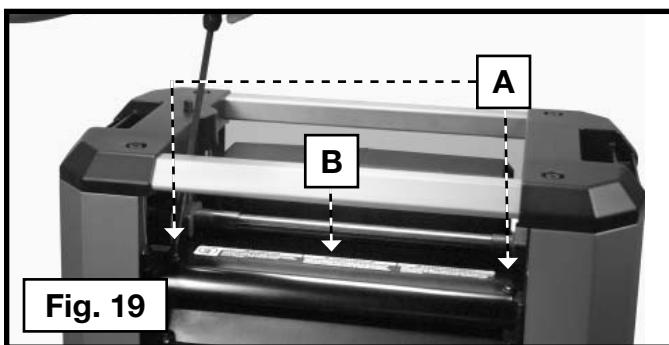

Fig. 19
1. Relever le module de tête (B) fig. 19, de 102 mm (4 po) comme indiqué par l'« échelle et le pointeur ».
2. Enlever les vis (A) fig. 19. Tirer droit sur le déflecteur à copeaux ou l'accessoire de récupération de poussière – selon la pièce qui est installée sur la raboteuse – (B).